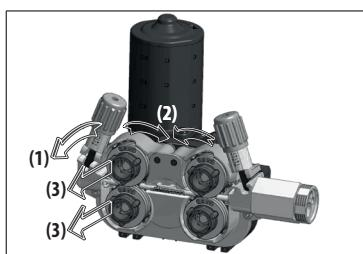

Figure 9 : Retrait des Galets de Dévidage
- Lorsque vous devez remplacer les poules de dévidage, tirez la vis de réglage de la pression vers vous (1) pour ensuite retirer les couvercles supérieurs (2) et enlever les poules présentes (3). (Figure 9)